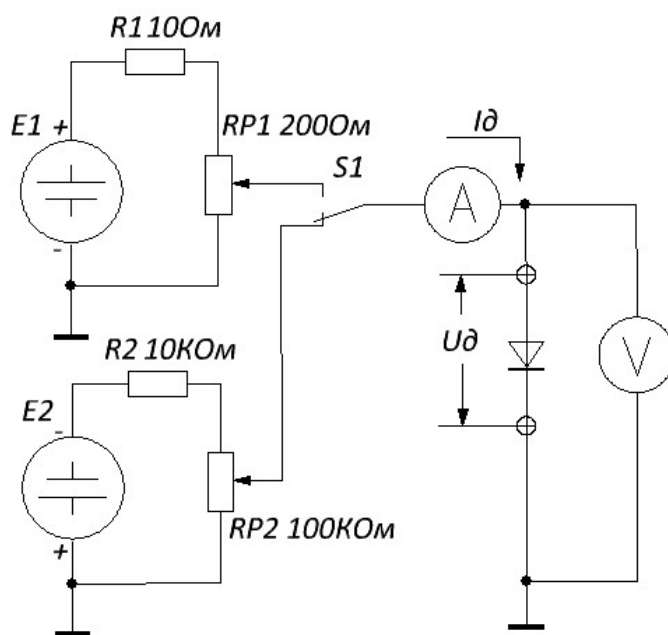

Рисунок 1.1 – Схема снятия ВАХ диодов
Прямую ветвь вольтамперной характеристики диода или стабилитрона снимаем с помощью схемы (рисунок 1.1) при верхнем положении переключателя S1. Прямой ток через диод или стабилитрон задаётся путем изменения напряжения на переходе с помощью потенциометра RP1. Напряжение источника E1 возьмите порядка 1 вольта. Изменяя положение движка потенциометра RP1, записываем значения прямого тока через диод I_D и соответствующее ему падение напряжения на диоде U_D , заносим их в таблицу 1.1. Снимаем показания в 10-12 точках изменяя напряжение на диоде ступенчато на 8-10% от максимального за каждый шаг.
Обратную ветвь вольтамперной характеристики диода снимаем также с помощью схемы (рис. 1.1) но при нижнем положении переключателя S1. Обратное напряжение диода задаётся путем изменения напряжения на переходе с помощью потенциометра RP2. Напряжение источника E2 выбирается в пределах $1,05-1,15U_{проб.}$ измерения проводят в 8-10 точках.
1.Собрать схему (рис. 1.1) на стенде “ELVIS” или в рабочем поле Multisim, подключить к ней диод или стабилитрон, модель которых возьмите в таблицах 1.3 и 1.4, и снять ВАХ, как указано выше. Результаты измерений занести в таблицу 1.1, а также построить график ВАХ по данным измерений. Обратную ветвь ВАХ диода рекомендуется снимать при изменении напряжения на его аноде от $-1,05U_{обр.макс.}$ до $0,95U_{обр.макс.}$, а прямую ветвь (в том числе и стабилитрона) – от 0 до $U_{np.} = 0,75...1,0$ В.
2. Используя схему рис.1.1 снимите обратную ветвь ВАХ стабилитрона при нижнем положении ключа S1 и напряжении источника E2,